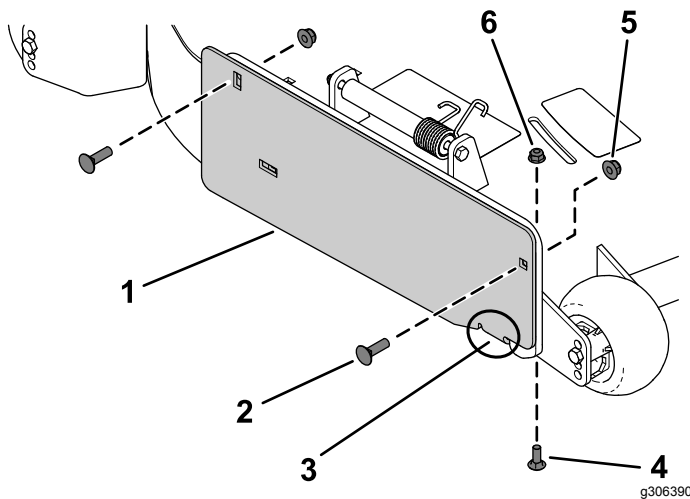

Bild 3
1. Befestigen Sie die Auswurfabdeckplatte mit zwei Schlossschrauben (3/8" x 1 1/4") und zwei Sicherungsmuttern (3/8") an der Außenseite der Montagehalterung, wie in Bild 3 abgebildet.
2. Befestigen Sie die Lasche mit einer Schlossschraube (5/16" x 7/8") und einer Bundmutter (5/16") an der Innenseite des Mähwerks, wie in Bild 3 abgebildet.